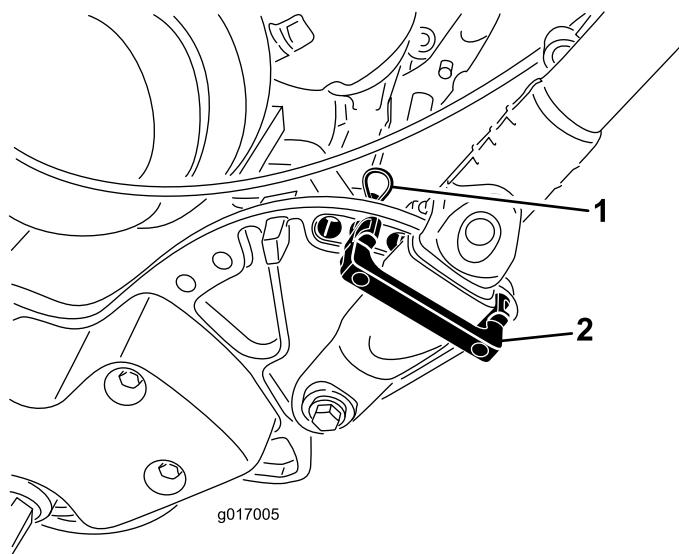

Рисунок 6
- Поддерживая ручку, снимите кабельные хомуты, которые крепят зажимы ручки к боковым пластинам (Рисунок 6).
- Поверните ручку в нужное рабочее положение, вставьте держатель ручки поверх зажима ручки и в соответствующие отверстия в боковой пластине (Рисунок 6).
- Закрепите держатель на штатном месте с помощью шплинта (Рисунок 6).